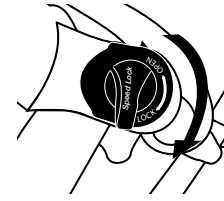

Figure 20.
• Pour verrouiller la fourche suspendue, tournez la molette de verrouillage/réglage dans le sens indiqué par la flèche avec l'inscription « LOCK » ou « FIRM » jusqu'à la butée (Figure 20).